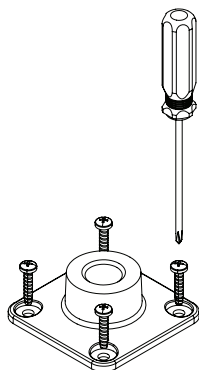

Рисунок 2
1. Воспользуйтесь четырьмя винтами для дерева (продаются отдельно), чтобы прикрепить монтажный кронштейн на любой деревянной поверхности. При установке не на деревянную поверхность воспользуйтесь винтами и анкерами (продаются отдельно), которые соответствуют материалу (см. Рисунок 2).